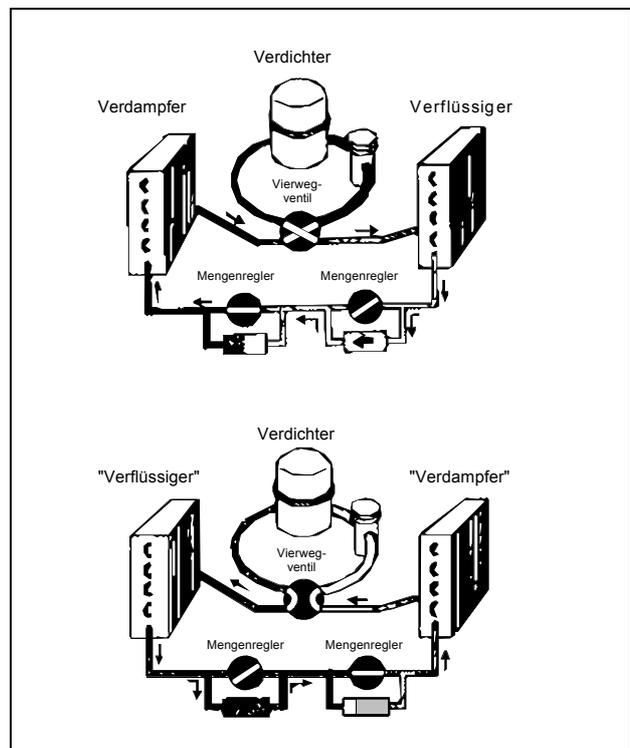

Bild 12: Abtauung nach dem Umkehrprinzip. Oben: Heizbetrieb. Unten: Abtaubetrieb.
- Die Umkehrung der Kreislaufrichtung durch Vierwegeventil (Bild 12)